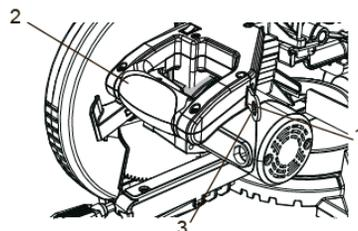

Рис. 9
Для удобства хранения и предотвращения потери ключа (3), когда он не используется, с правой стороны ручки переключателя (2) предусмотрено специальное гнездо (1) (рис. 9).